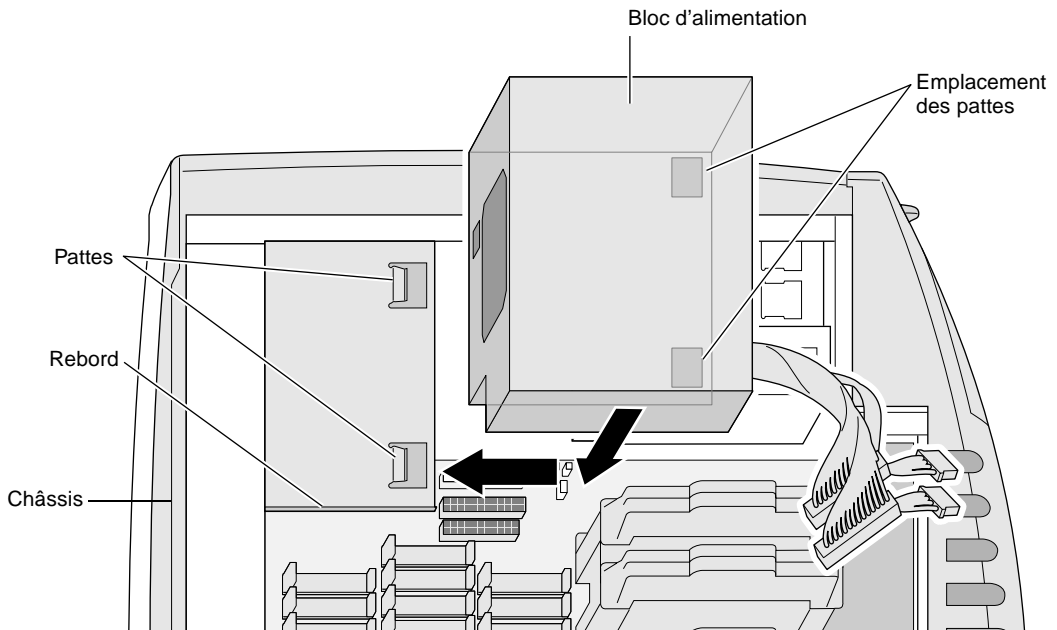

Figure 7-6 Installation du bloc d'alimentation
1. Pour remettre le bloc d'alimentation en place, positionnez-le en suivant les indications de la Figure 7-6.